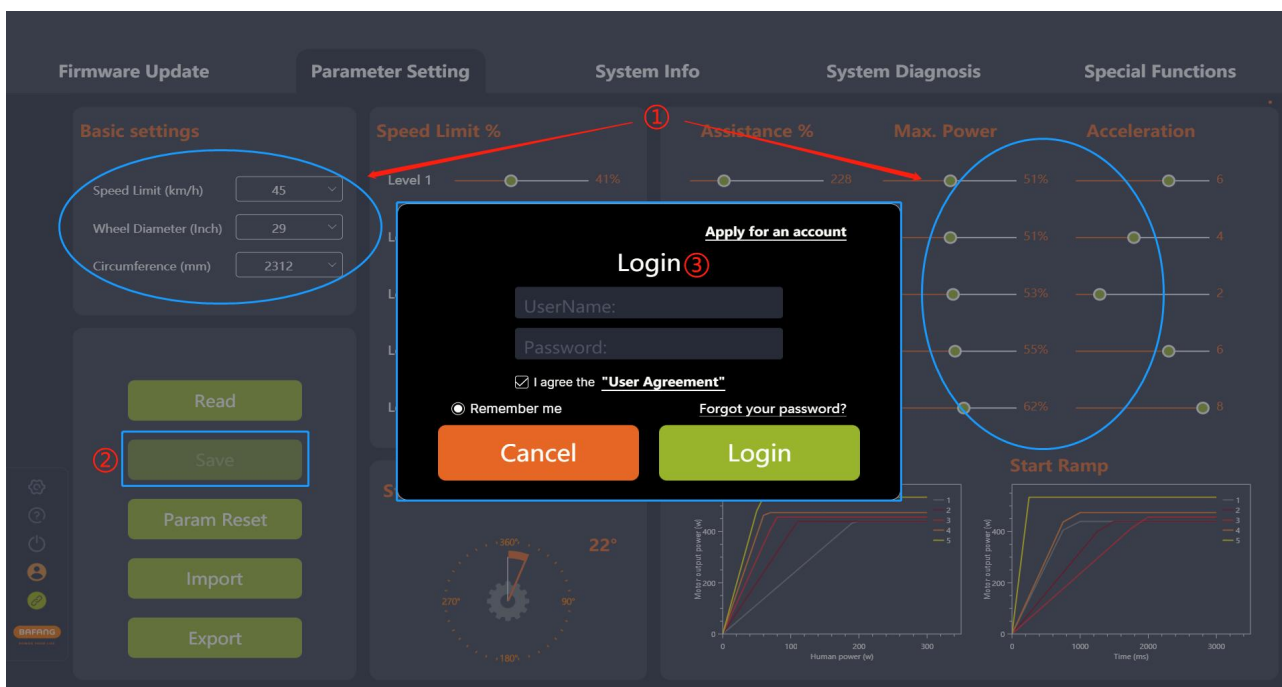

图 5-13 登录
- (1) 读取成功后，拉动滑动条来调整参数；
- (2) 参数调整完毕后，点击“设置”，将当前参数保存到控制器中；
- (3) 如未登录会弹出登录界面，提示用户登录（如图 5-13）。注意：未登录的情况下，无法进行参数设置；